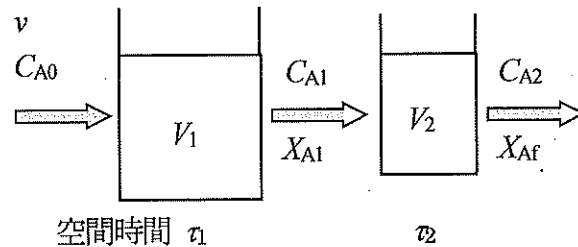

図4 2台の完全混合流れ反応器を連結した反応システム
設問3 完全混合流れ反応器 (MFR) 2台を直列に連結した反応システムを用いて液相反応 ( $A \rightarrow \text{Product}$ ) を行う。図4のように反応器の体積を  $V_1, V_2$ , 原料Aの供給速度 (単位時間あたりに供給される原料溶液の体積) を  $v$ , 一台目の反応器入口と出口の原料Aの濃度を  $C_{A0}, C_{A1}$ , 二台目の反応器出口のAの濃度を  $C_{A2}$ , 一台目の反応器出口での転化率を  $X_{A1}$ , 反応システムの総括転化率を  $X_{Af}$  とする。また, 各反応器の空間時間を  $\tau_1, \tau_2$  とする。以下の問 (1), (2) に答えなさい。